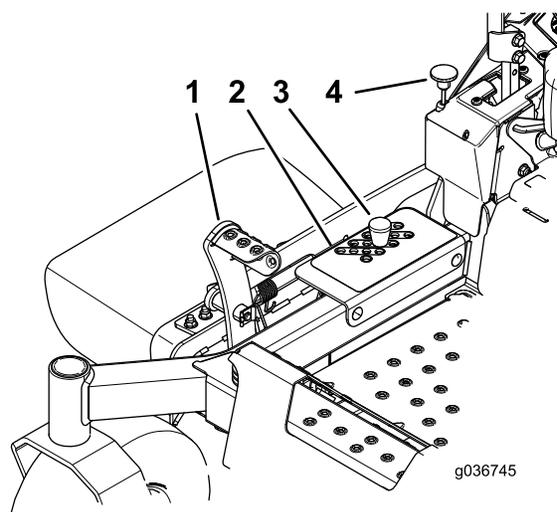

Figura 30
2. Pise el pedal de elevación de la carcasa y eleve la carcasa de corte a la posición de TRANSPORTE (que es también la posición de altura de corte de 127 mm) según se muestra en Figura 30.
3. Retire el pasador del soporte de altura de corte (Figura 30).
4. Seleccione el taladro del soporte de altura de corte que corresponde a la altura de corte deseada, e inserte el pasador (Figura 30).